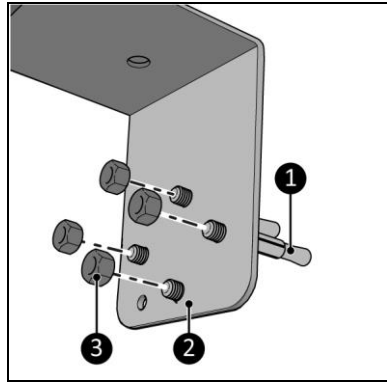
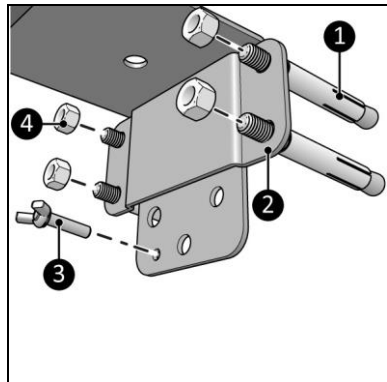

Abbildung 7
Abbildung 8
- An der Wand befestigt (Abbildung 7).
- Von der Wand abnehmbar (Abbildung 8).
1. Befestigen Sie die Aufhängelasche (Abbildung 7, Pos. 2) mit den vier Ankerbolzen (Abbildung 7, Pos. 1) und den vier Muttern (Abbildung 7, Pos. 3) an der Wand.
1. Befestigen Sie die Wandhalterung (Abbildung 8, Pos. 2) mit den vier Ankerbolzen (Abbildung 8, Pos. 1) und den vier Muttern (Abbildung 8, Pos. 3) an der Wand.
2. Platzieren Sie die Aufhängelasche (Abbildung 7, Pos. 2) hinter der Wandhalterung (Abbildung 8, Pos. 2).
3. Befestigen Sie die Flügelschraube (Abbildung 8, Pos. 4) in der Aufhängelasche (Abbildung 7, Pos. 2).